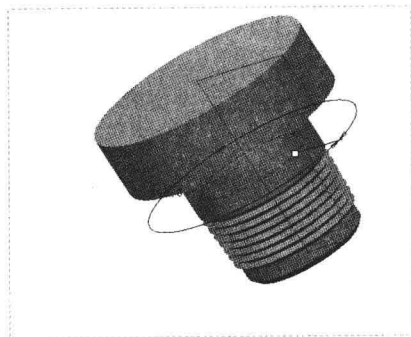

图 9-96 绘制截面
Step 02 弹出“旋转”选项卡，单击“曲面”按钮 ，在绘图区的草绘截面上单击鼠标左键，并在左侧的直线上单击鼠标左键，旋转曲面对象，如图 9-96 所示。